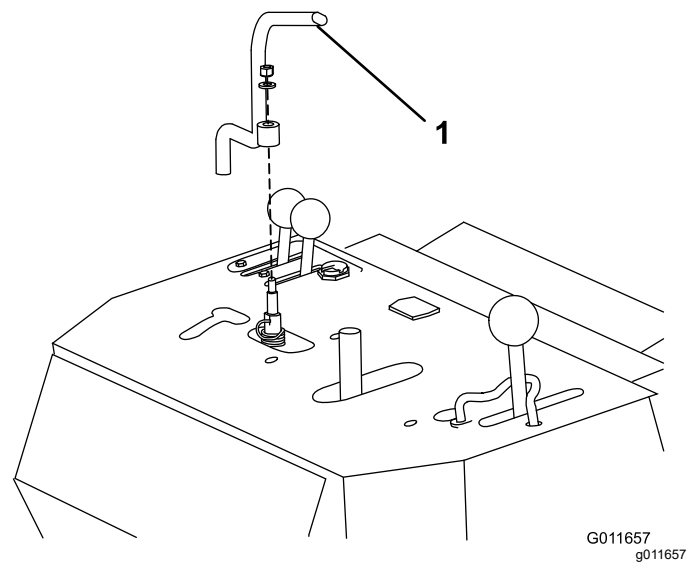

Figura 5
4. Scollegate la molla dalla leva dei comandi idraulici e rimuovetela come illustrato nella Figura 5.